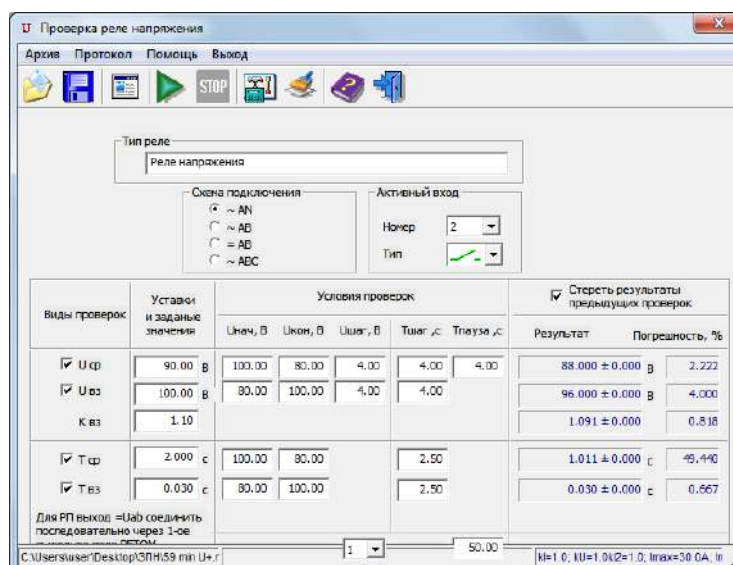

Рисунок 3.14 – Окно «Проверка реле напряжения»
16. Провести проверку реле в автоматическом режиме, для этого необходимо выбрать ярлык «Проверка реле напряжения» в окне программы «PETOM61.exe» (рис. 3.14).
- Текстовые поля программы заполнить в соответствии с изображениями на рис. 3.14 и 3.15.